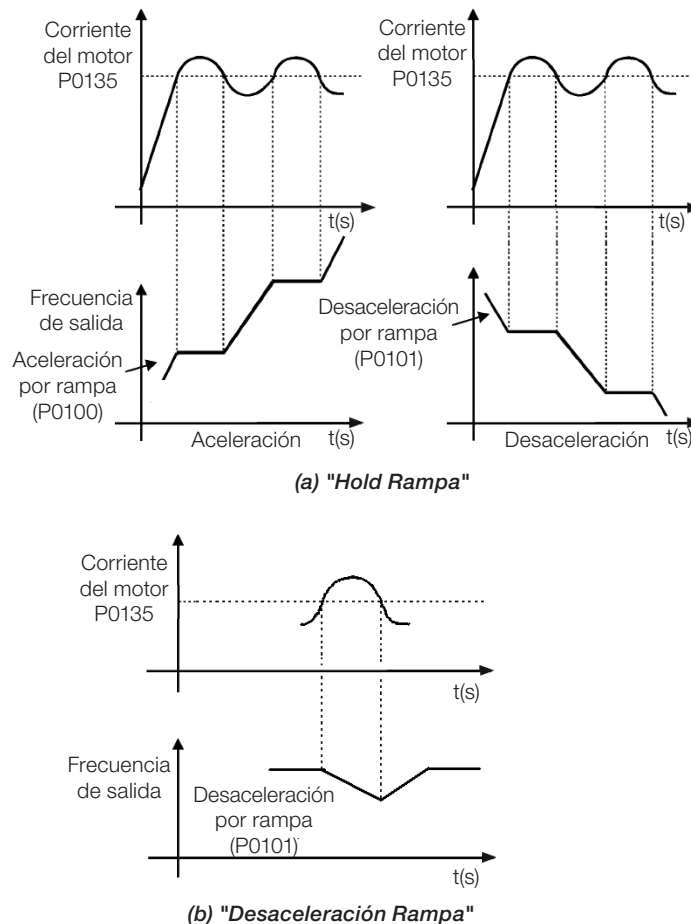

Figura 11.6: (a) y (b) Modos de actuación de la limitación de corriente vía P0135
- Actuación: si la corriente del motor sobrepasa el valor ajustado en P0135 durante la aceleración o desaceleración, la velocidad no será incrementada (aceleración) o disminuida (desaceleración). Cuando la corriente del motor alcance un valor por debajo de P0135, el motor volverá a acelerar o desacelerar. Consulte la Figura 11.6 en la página 11-7.
- Actuación: si la corriente del motor sobrepasa el valor ajustado en P0135 se fuerza un valor nulo para la entrada de la rampa de velocidad, forzando la desaceleración del motor. Cuando la corriente del motor alcance un valor por debajo de P0135, el motor volverá a acelerar. Consulte la Figura 11.6 en la página 11-7.
Nivel de corriente para activar la Limitación de Corriente para los modos Hold de Rampa y Desacelera Rampa, conforme Figura 11.6 en la página 11-7, respectivamente.